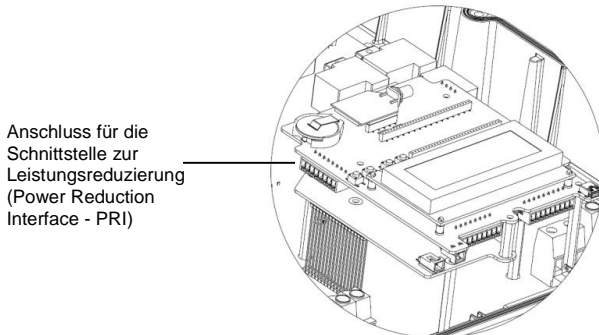

Abbildung 38 – PRI-Eingang
- 1 Schließen Sie den FRSE2 direkt an die Kommunikationsplatine des SolarEdge Wechselrichters mithilfe des Steckers für die Schnittstelle zur Leistungsreduzierung (PRI) an. Abbildung 38 zeigt die Position des Anschlusses. Der Stecker ist eine 8-polige Klemmleiste.
- 3 Schließen Sie den FRSE1 direkt an die Kommunikationsplatine des SolarEdge-Wechselrichters mithilfe des Steckers für die Schnittstelle zur Leistungsreduzierung (PRI) an. Abbildung 38 zeigt die Position des Anschlusses. Der Stecker ist eine 8-polige Klemmleiste. Die folgende Tabelle zeigt die Anschlussbelegung und Funktionalität: